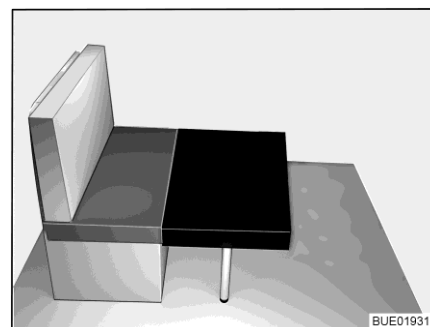

Bild 69 Ombyggnad (1)
- Placera den lilla extra dynan framför sittdynan på sittbänken på bordet (se Bild 69).